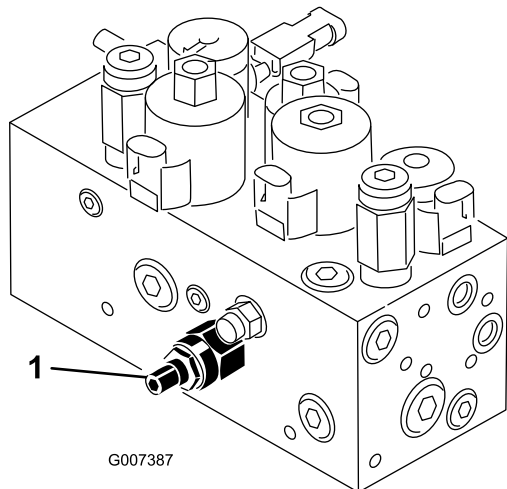

図 56
本機のカッティングユニット昇降回路にはフローコントロールバルブ **図 56** がついています。このバルブは出荷時に約3回転の開度に調整されていますが、作動油温度、作業速度などにより調整が必要になる場合があります。以下の手順で調整します
1. 運転席を上げ、センタープルフレーム用フローコントロールバルブ **図 56** を露出させる。バルブは油圧マニホールドの側面についている。